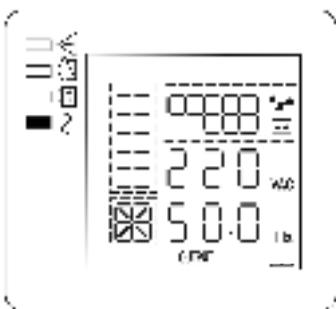

Рисунок 8 — Состояние ЖК-дисплея и индикаторов в режиме «ОСНОВНОЙ»
- Включите изделие комбинацией кнопок  $\square + \square$  (см. п.1 таблицы 2). Изделие выполнит автоматическое самотестирование, определит качество входного сетевого напряжения и уровень нагрузки. Процесс самотестирования сопровождается последовательным включением/выключением всех индикаторов. После самотестирования изделие перейдет в режим «ОСНОВНОЙ» и продолжит заряд АКБ. Индикатор «БАЙПАС» погаснет, а индикатор «ИНВЕРТОР» включится (см. рисунок 8).
- Включите нагрузки. Если нагрузок много, необходимо включать их последовательно, одну за другой, на ЖК-дисплее отобразится уровень нагрузки (см. рисунок 8).
Вновь подать сетевое напряжение. Изделие должно автоматически перейти в режим «ОСНОВНОЙ» (см. рисунок 8), либо в режим «ЭКО», если параметр ECO включён (см. Приложение 2, описание настройки параметров изделия).